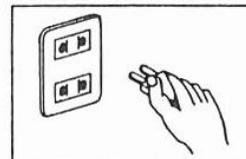

Fig. 2
- Nunca puxe o cordão de força para desligá-lo da tomada. Puxe somente o seu plugue; (Ver Fig. 2)